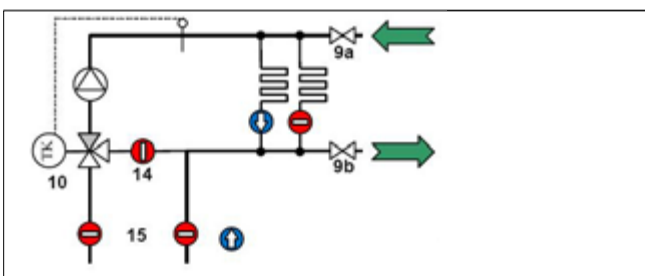

Abb. 8-4
7. Beide KFE-Hähne schließen. Zum Füllen und Spülen der Heizkreise den Füllschlauch am KFE-Hahn (9a, Abb. 8-4) Vorlauf und Entleerschlauch am KFE-Hahn Rücklauf (9b, Abb. 8-4) anschließen.
**Der Rückflussverhinderer (14) im Mischer Bypass verhindert eine Kurzschlussstrecke beim Spülen.**